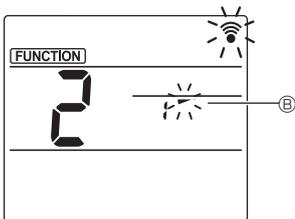

Abb. 3-3
③ Luftklappenwinkel einstellen (Abb. 3-3)